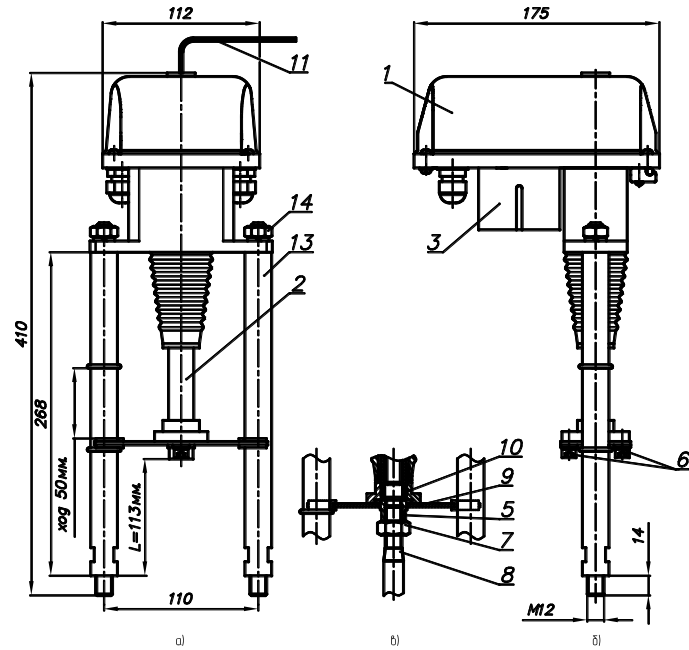

Рисунок 1 - ВЭП-135М
- электропривод (см. рис.1 – поз.1);
- винтовая передача (см. рис.1 – поз.2).
Электропривод (см. рис.1, рис.2) выполнен на базе шагового электродвигателя 3, питание и управление которым осуществляется от платы управления 4, обеспечивающей его работу в заданном режиме (см. таблицу 3), а также его отключение при нагрузке больше усилия отключения. ЭИМ имеет три режима работы: калибровки, слежения, ручной. Индикация работы осуществляется светодиодным индикатором 12. Постоянное свечение - работа, мигание - авария.